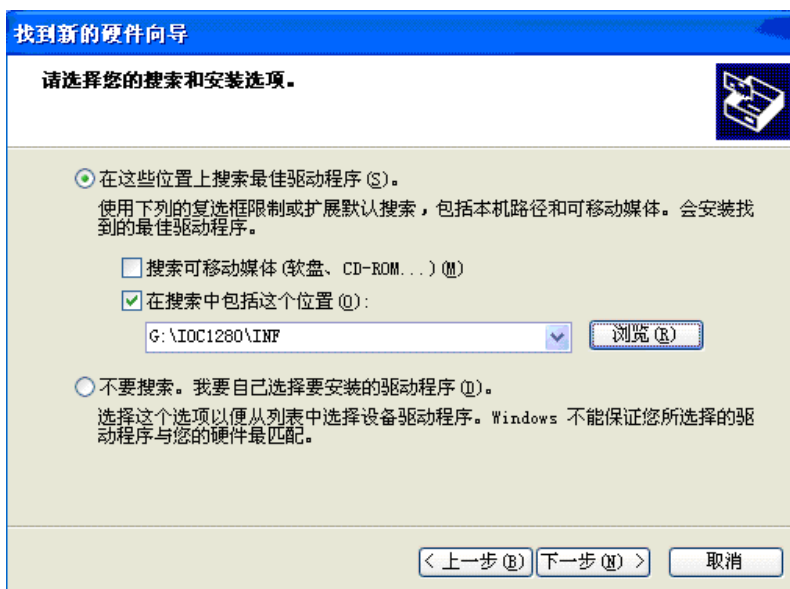

图3-3 开始安装驱动软件
- 7) 在弹出的“浏览文件夹”的窗口中，找到光盘中 IOC-0640/1280 \INF 目录后，点击“确定”按钮后系统将弹出“找到新硬件安装向导”另一界面，如图 3.3 所示：
8) 在图3-3中，点击“下一步”按钮后系统将弹出“找到新硬件安装向导”另一界面，如图3.4: